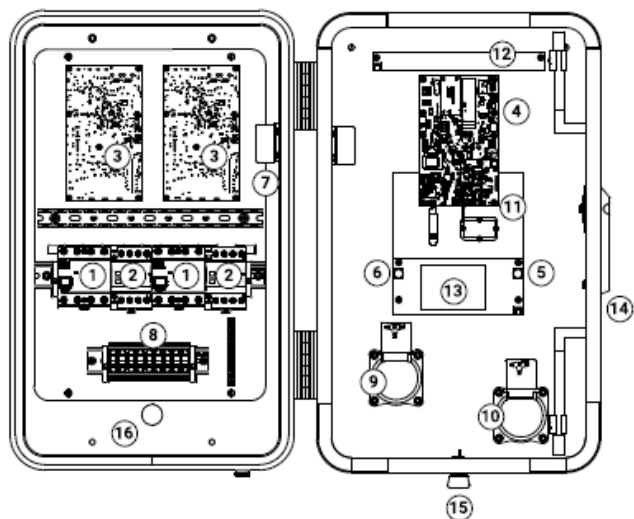

Рисунок 2. Внутреннее устройство зарядной станции
Внутреннее устройство зарядной станции состоит из следующих блоков (см. Рисунок 2). Колодка подключения двух отдельных силовых вводов (8) с гермовводом (16). Защитные дифференциальные автоматы (1) с контакторами (2). Силовые платы (3) для каждой розетки (9) и (10). Датчик открывания двери (7), сигнализирующий о несанкционированном открытии изделия. На плате логотипа (13) размещены две кнопки: правая белая (5) для программирования «белых» ключей правой розетки (10) и синяя левая – (6) для программирования «синих» ключей левой розетки (9).